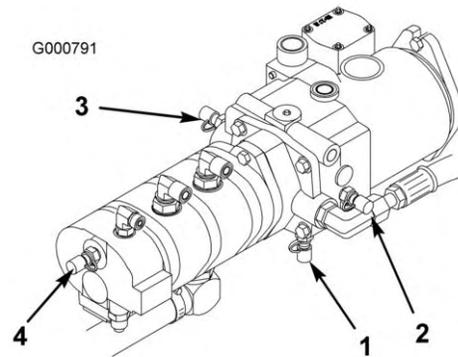

Figure 83
4. La prise d'essai D est située au bas de la transmission hydrostatique (Figure 83) et sert à mesurer la pression de charge de la transmission.
5. La prise d'essai E est utilisée pour mesurer la pression de déplacement en marche avant (Figure 83).
6. La prise d'essai F est utilisée pour mesurer la pression de déplacement en marche arrière (Figure 83).
7. La prise d'essai G sert à mesurer la pression du circuit de direction (Figure 83).